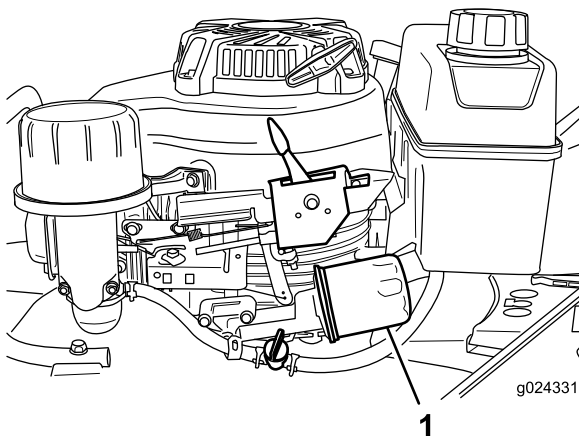

Bild 21
6. Legen Sie einen Lappen unter den Ölfilter (Bild 21), um das Öl aufzufangen, das ggf. beim Entfernen des Ölfilters ausläuft.